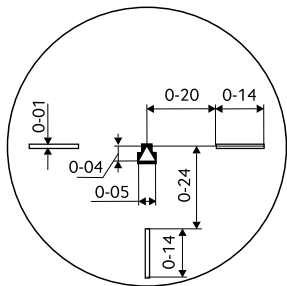
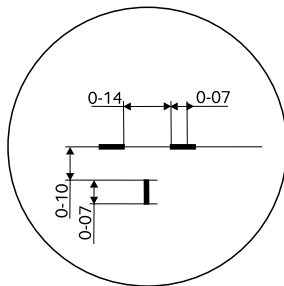
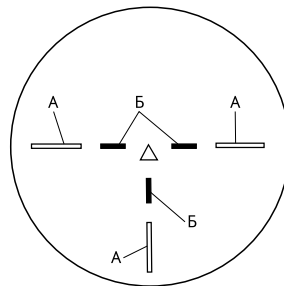

Рисунок 2
Рисунок 3
Рисунок 4
<p>Форма и цвет прицельного знака в дневное время суток:</p> <ul style="list-style-type: none"> • треугольник, два горизонтальных штриха и один вертикальный белого цвета (рисунок 2) <p>в темное время суток:</p> <ul style="list-style-type: none"> • два горизонтальных штриха и один вертикальный зеленого цвета (рисунок 3) <p>в сумерках:</p> <ul style="list-style-type: none"> • треугольник и штрихи А белого цвета, штрихи Б зеленого цвета (рисунок 4)
- в дневное время суток (рисунок 2) – два горизонтальных штриха, один вертикальный и треугольник. Все белого цвета;
- в темное время суток (рисунок 3) – два горизонтальных штриха и один вертикальный. Все зеленого цвета;
- в сумерках (рисунок 4) – четыре горизонтальных штриха, треугольник и два вертикальных штриха. Треугольник и штрихи А белого цвета, штрихи Б зеленого цвета.
Наведение оружия на цель в дневное и сумеречное время суток производить треугольником прицельного знака сетки (рисунки 2, 4), а в темное время суток – располагая цель симметрично между горизонтальными штрихами (рисунок 3).